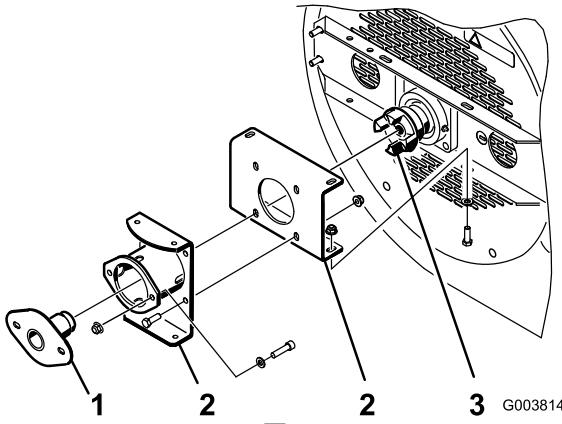
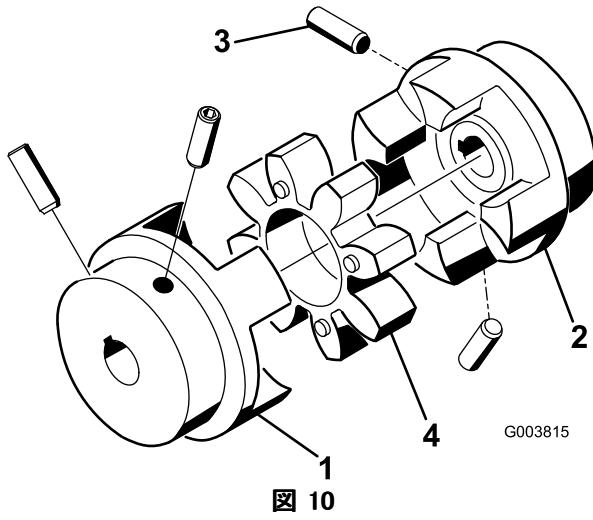

図 9
図 10
1. 取り付けブラケットがプロア・ハウジングに仮止め状態（ボルトとナットが本締めされていない）ことを確認する（図9）。
2. 取り付けブラケットからファン・カップラに、ベアリング整列調整工具を差し込む（図9）。カップラの中にカップラ・スパイダ（図10）が入っていないことを確認しておく。
- モータとファン・シャフト・カップラを固定しているネジ（図 10）の締め付けトルク： 58-82 in-lb (0.7-0.9 kg. m)